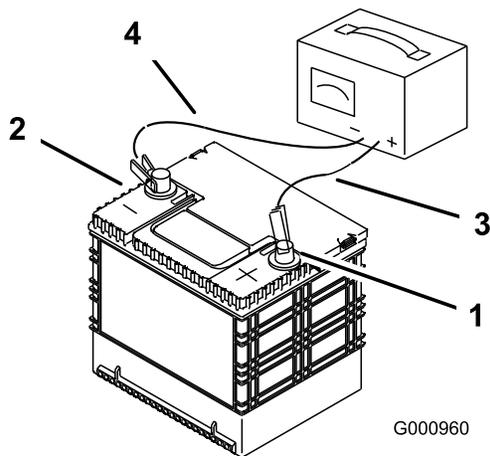

Figure 75
2. Quand la batterie est chargée au maximum, débranchez le chargeur de la prise, puis débranchez les fils du chargeur des bornes de la batterie (Figure 75).